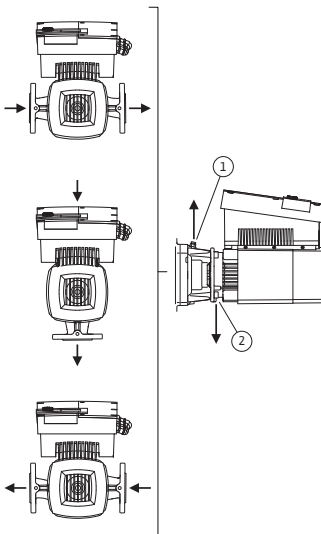

Fig. 22: posiciones de montaje admisibles con eje del motor horizontal
Las posiciones de montaje admisibles con eje del motor horizontal aparecen representadas en la Fig. 22. Cualquier posición de montaje es admisible, excepto montar el módulo electrónico orientado hacia abajo. La purga de la bomba sólo queda garantizada si la válvula de ventilación se orienta hacia arriba (Fig. 22, pos. 1).
Sólo en esta posición se pueden evacuar de forma controlada los condensados producidos a través del orificio existente (Fig. 22, pos. 2).